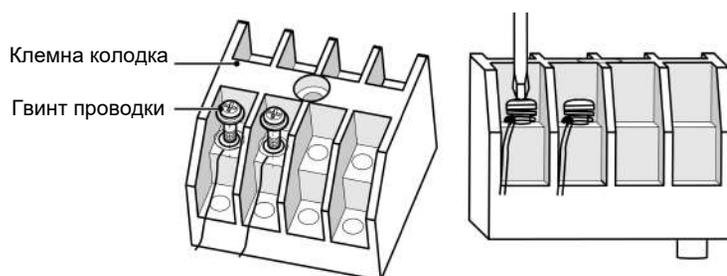

Рис.5.3.1
- (1) Зніміть кришку електричної коробки.
- (2) Пропустіть кабель зв'язку через наскрізні отвори.
- (3) Під'єднайте дріт зв'язку до клем D1 і D2 внутрішньої 4-розрядної монтажної плати, як показано на Рис.5.3.1.